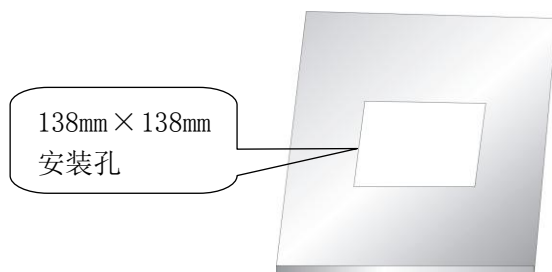

图 4.2.1
(1) 在控制柜面板上开 $138\text{mm} \times 138\text{mm}$ 安装孔, 如下图 4.2.1 所示: